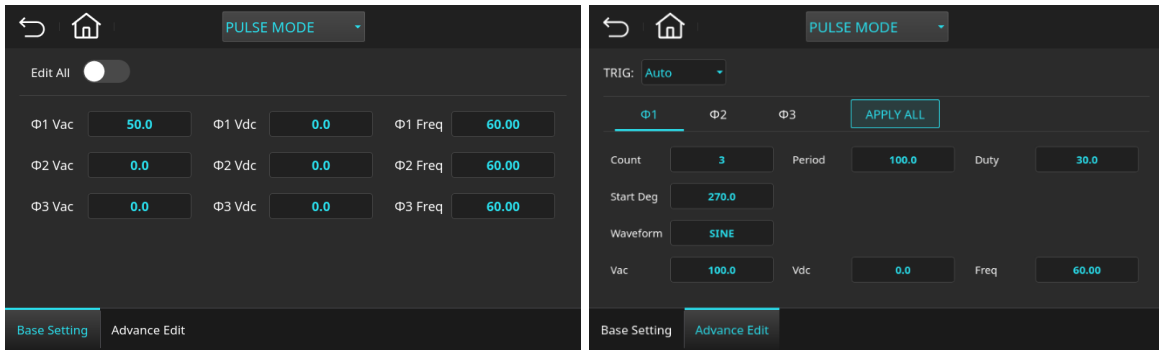

图 5-22 脉冲模式(Pulse)设定页面(第一相设定范例参数)
5. 设定 TRIG=Auto，编辑参数如下图 5-22 所示。